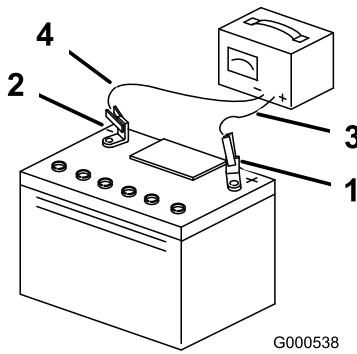

Figura 54
3. Quando a bateria estiver totalmente carregada, desligue o carregador da tomada elétrica e em seguida desligue os cabos do carregador dos bornes da bateria (Figura 54).